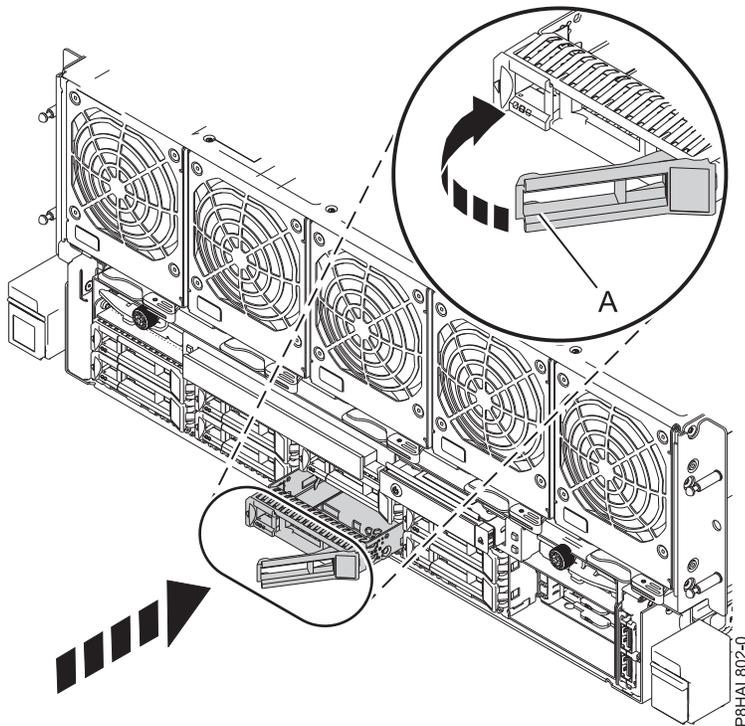

Figure 8. Installation d'une unité de disque dans un système
4. Déverrouillez la poignée de la baie d'unité (A) en appuyant dessus et en la tirant vers vous. Si la poignée n'est pas complètement sortie, vous ne pouvez pas insérer l'unité dans le système. Voir figure 8, à la page 16.
8. Lorsque le voyant d'identification s'allume et reste fixe, faites glisser complètement l'unité dans le système et poussez complètement la poignée de la baie d'unité (A) jusqu'à ce qu'elle se verrouille, comme illustré dans la figure ci-dessous. figure 8, à la page 16.